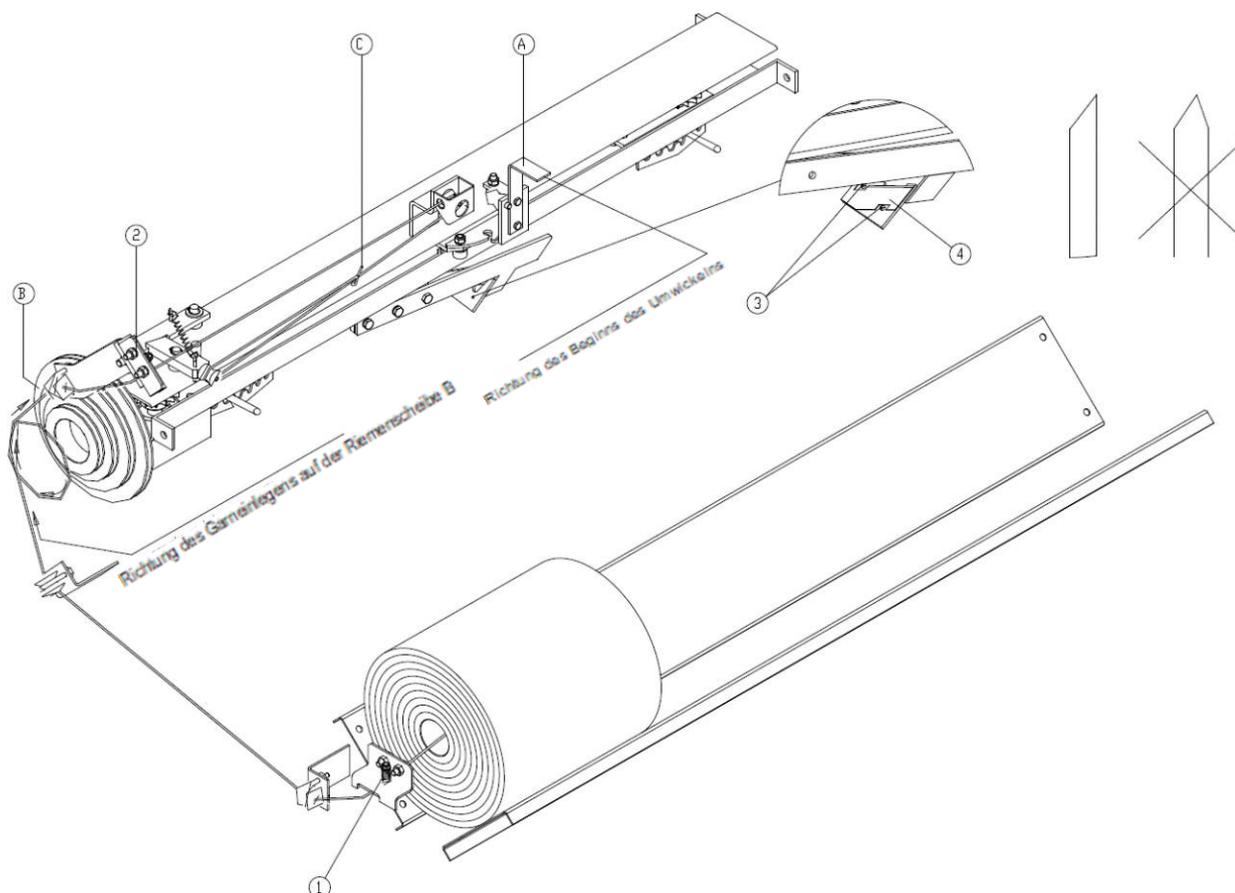

Abbildung 16. Garnpfad
Legen Sie die Garnspule in den Netzspulenkasten. Positionieren Sie die Spule wie in Abbildung 16 gezeigt, sodass die Achse der Spule parallel zur Achse des Kastens ist. Wenn Sie mit der Arbeit beginnen, legen Sie 2 Spulen ein, indem Sie den Anfang der zweiten Spule (die Innenseite der Spule) an das Ende der ersten Spule (die Außenseite) binden. Der Garnanfang sollte auf die Riemenscheibe B gerichtet sein und das Garn wie in Abbildung 16 dargestellt geführt werden. Nachdem Sie den richtigen Garnpfad festgelegt haben, machen Sie eine 10-15 cm lange Schlaufe. Binden Sie das Garn bei der Verbindung der Spulen, beim Austausch des Garns oder Zerreißen des Garns. Stellen Sie die Garnspannung mit den Andruckelementen (1) und (2) ein.